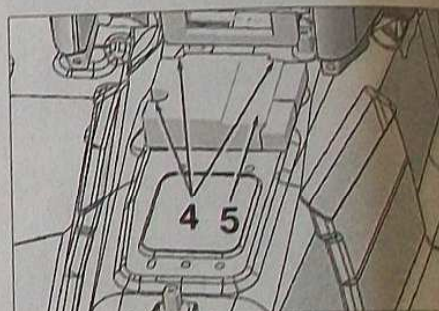

FIG. 26
Déposer les 3 écrous (4) et le calculateur (5) (Fig.26)